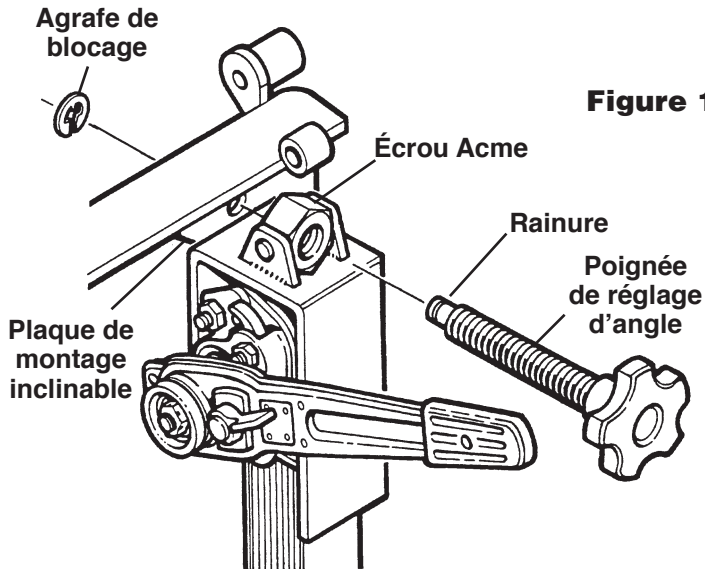

Figure 1
1. Filetez la poignée de réglage d'angle dans l'écrou Acme, tel qu'illustré à la Figure 1. Insérez l'extrémité de la poignée de réglage d'angle comportant l'arbre dans la plaque de montage inclinable.